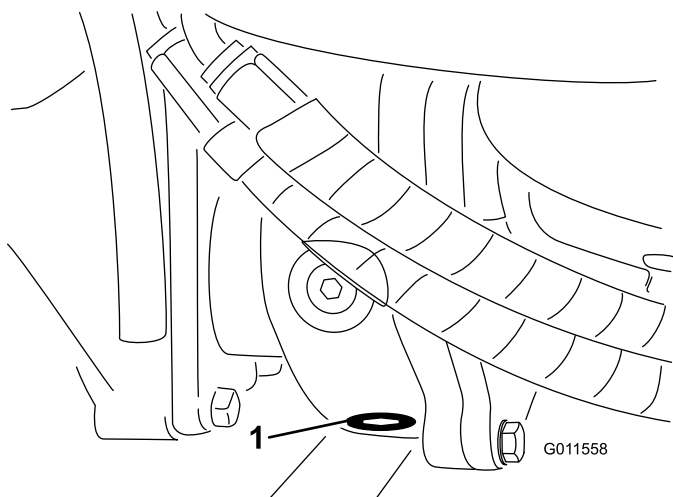

**Figura 63**
2. Pulite attorno ai tre tappi di spurgo, uno per lato ed uno in centro (Figura 63).